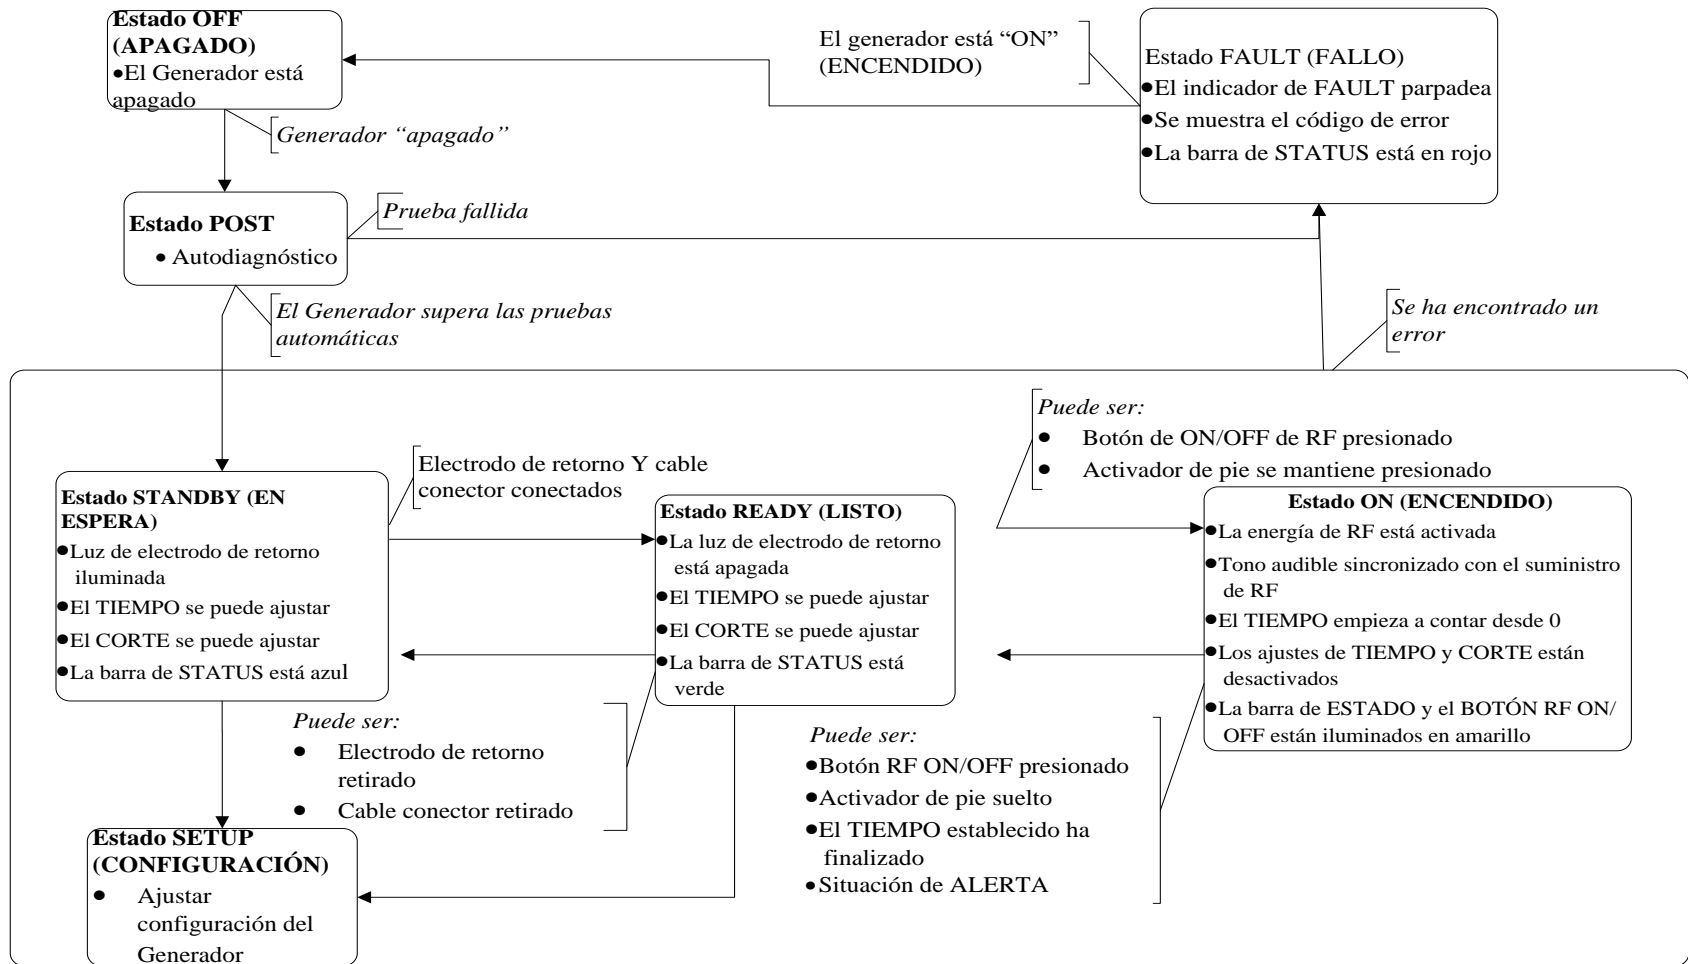

Figura 5-3 – Diagrama de flujo de estados del Generador
- (5) **Barra de estado (STATE):** Esta ventana indica el ESTADO actual del Generador. Los diferentes estados del Generador y cómo éstos se relacionan se muestran en la Figura 5-3.
- (6) **Ventana de configuración de tiempo (TIME):** Esta ventana muestra la duración deseada de salida de RF (en segundos). Esta ventana muestra asimismo las funciones de las teclas blandas utilizadas para ajustar la configuración de TIEMPO.
- (7) **Teclas blandas de la columna izquierda:** Estas teclas permiten el ajuste de parámetros. Su función se muestra en la pantalla, a la derecha de la tecla blanda, cuando procede. Por ejemplo, las flechas hacia arriba ▲ y hacia abajo ▼ se muestran cuando se deben utilizar las teclas para aumentar o reducir una configuración.
- (8) **Ventana de configuración de CORTE:** Esta ventana muestra el modo deseado de CORTE. Los modos de CORTE son específicos al dispositivo de RF BMC y se describen en la Sección 9.3. Deberían consultarse las Instrucciones de uso del dispositivo de RF BMC para averiguar cuáles son las configuraciones de uso adecuadas. Esta ventana muestra asimismo la función para las teclas blandas utilizadas para ajustar la configuración de CORTE.
- (9) **Teclas blandas de la columna derecha:** Estas teclas permiten el ajuste de los parámetros. Su función se muestra en la pantalla, a la izquierda de la tecla blanda, si procede. Por ejemplo, se muestran las flechas hacia arriba ▲ y hacia abajo ▼ cuando deben usarse las teclas para aumentar o reducir una configuración.
- (10) **Teclas blandas de la fila inferior:** Estas teclas blandas tienen varias funciones. La función de cada tecla se muestra en la pantalla, sobre la tecla blanda, cuando procede.
- (11) **Ventana de mensajes:** Esta ventana muestra mensajes funcionales e informativos cuando procede.
- (12) **Conexión de electrodos de retorno:** Esta conexión aislada del paciente es para conectar un electrodo dispersivo (de retorno) aprobado. **Utilice únicamente electrodos dispersivos que cumplan o superen las normas de CEI 60601-2-2:2017.** Se pueden utilizar tanto electrodos de no-monitoreo (lámina única) como de monitoreo (doble lámina).
- (13) **Conexión del cable conector:** Esta conexión aislada del paciente es para la conexión del cable conector RFP-100A. El usuario deberá consultar las Instrucciones de uso del dispositivo de RF BMC para seleccionar el modelo de cable conector adecuado.
- (14) **Botón e indicador de ENCENDIDO/APAGADO (ON/OFF) de RF:** Al presionar y soltar el botón, se inicia el suministro de RF cuando el Generador está en el estado READY (LISTO). Este botón finaliza el suministro de energía de RF cuando el Generador está en el estado ACTIVADO (ON). El indicador del botón se ilumina de amarillo cuando el Generador está en el estado ACTIVADO (ON).
- (15) **Puerto USB (lateral):** Cuando se conecta una llave de memoria de USB, se descargan los datos de tratamientos de los últimos veinte (20) suministros de energía de RF. Cuando se deja conectado, se descargan los datos de los siguientes suministros de RF por cada tratamiento.